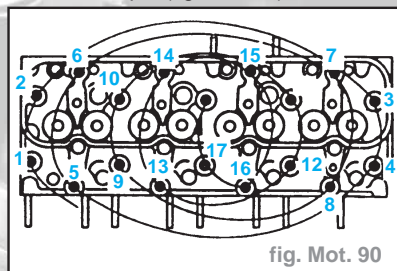

fig. Mot. 90
- Déposer la culasse avec les collecteurs d'admission, desserrer les vis dans l'ordre indiqué (fig. Mot. 90).